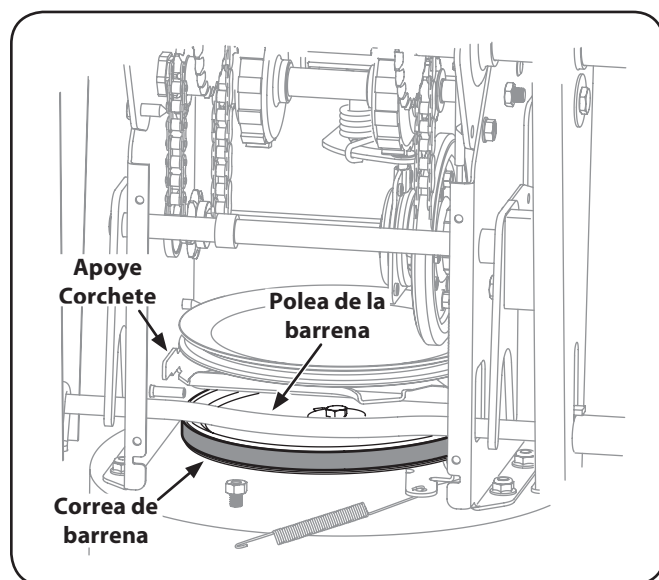

Figura 7-5
- Levante la correa de la polea de la barrena y deslícela entre la ménsula de soporte y la polea de la barrena. Vea la Figura 7-5.